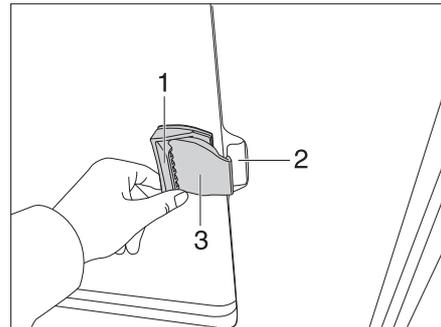

Bild 52 Schiebefenster ohne Verriegelung
- Griffklappe (Bild 52,1) ziehen und Griff gleichzeitig nach vorn schieben oder ziehen.